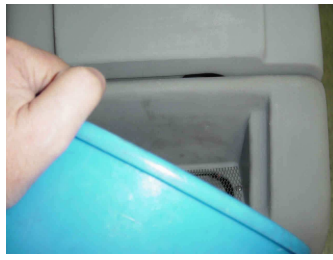

Figura 10
4. Proceda al llenado del tanque solución (figura 10). Si utiliza agua caliente la temperatura máxima es de 50° C